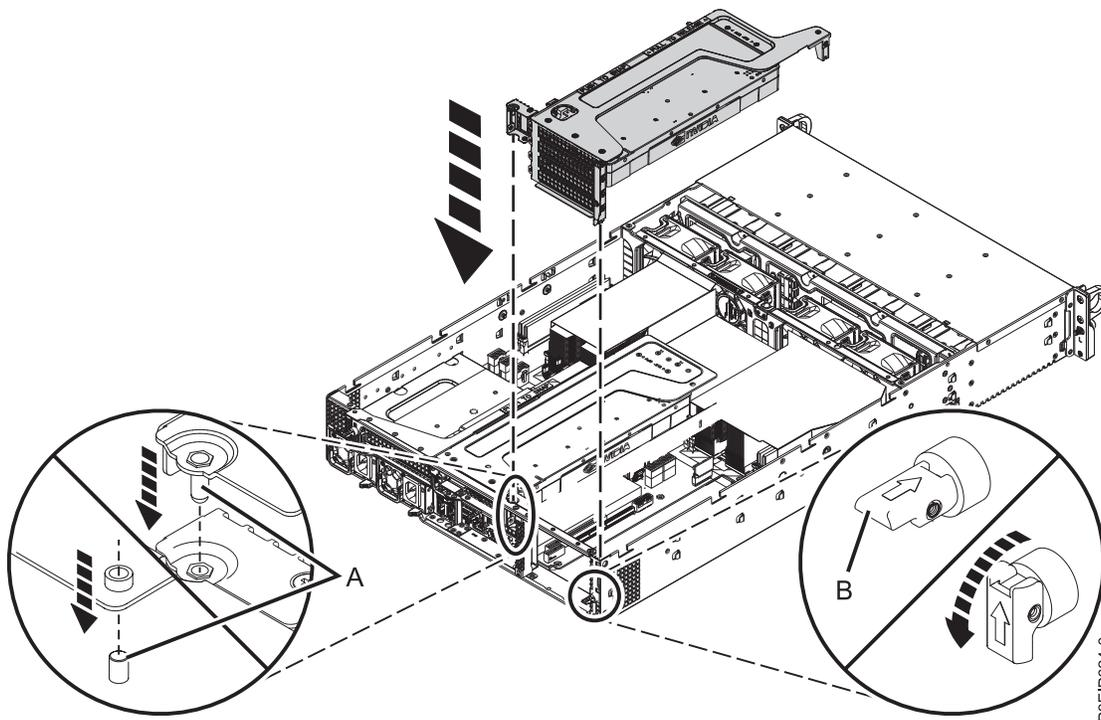

Figura 58. Inserindo o riser do adaptador PCIe
- f. Insira o riser PCIe conforme mostrado na Figura 58 na página 48.
- 1) Retraia o pino de retenção (B) de modo que a seta aponte para o sistema.
- 2) Insira o riser, usando os slots e os pinos de alinhamento (A) para inserir adequadamente o riser. Empurre o riser firmemente no painel traseiro do sistema.
- 3) Coloque o pino de retenção (B) para prender o riser.